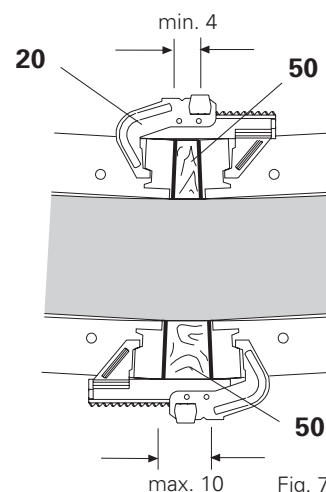

Fig. 75
- Tilpasningsbredden på den udv. udligning **50** = maks. 10 cm. Fig. 75